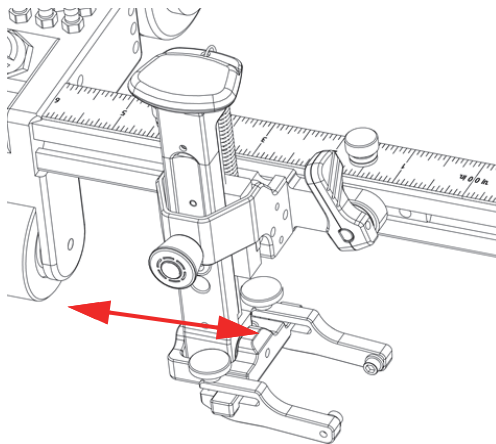

Abbildung 2-15 Sensorhalter verschieben
2. Schieben Sie den Sensorhalter in die gewünschte Position (Abbildung 2-15 auf Seite 46).